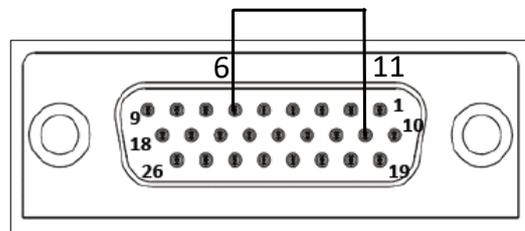
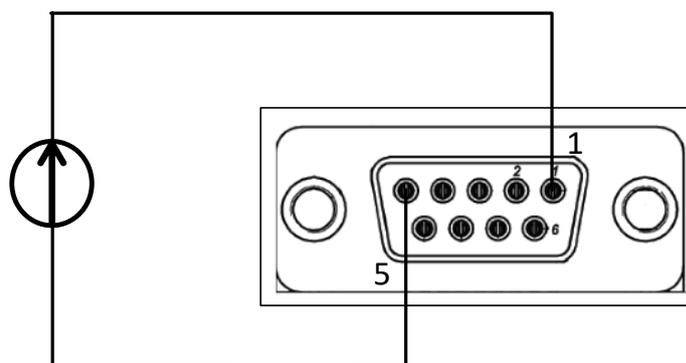
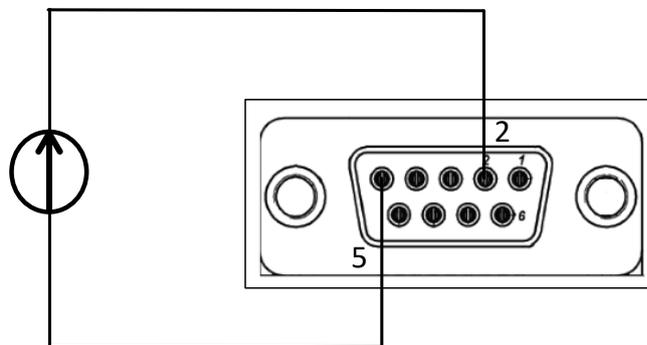

図8-3 IS420リモートアナログコントロールによる出力電圧/出力電流プログラミング J1コネクタ配線
図8-4 IS420リモートアナログコントロールによる出力電圧プログラミング IS420コネクタ配線
図8-5 IS420リモートアナログコントロールによる出力電流プログラミング IS420コネクタ配線
2. 図8-3に示すようにJ1コネクタの配線および図8-4に示すようにIS420コネクタの配線を行い、ACパワースイッチをONにしてください。
2. 図8-3に示すようにJ1コネクタの配線および図8-5に示すようにIS420コネクタの配線を行い、ACパワースイッチをONにしてください。